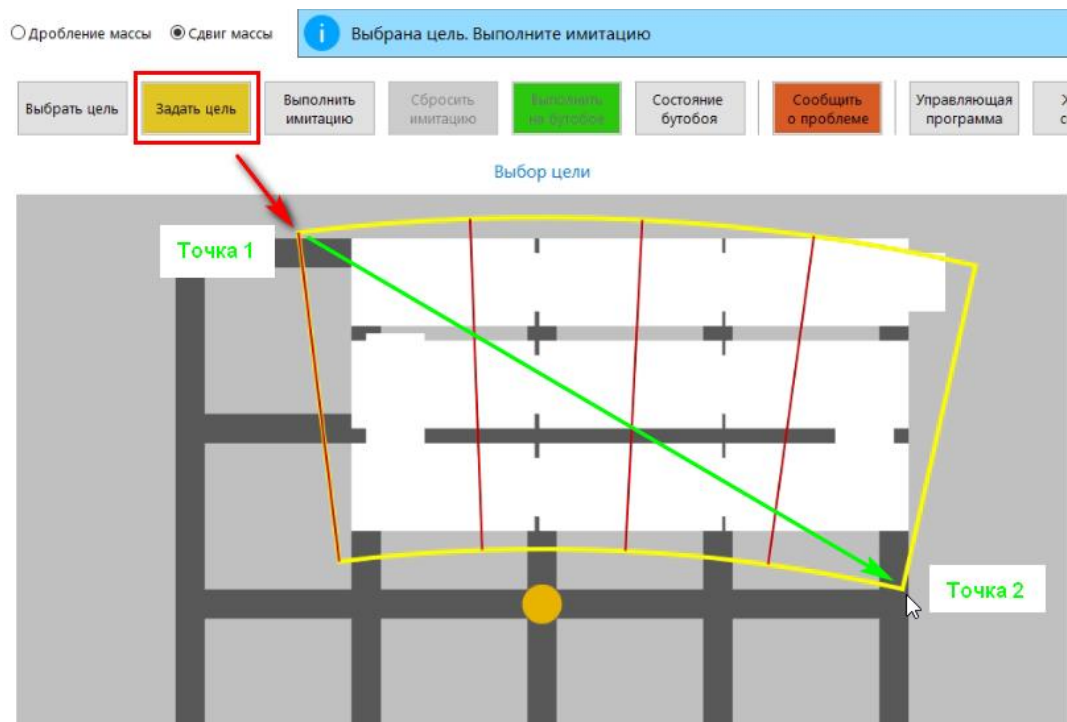

Рисунок 10. Задание области сдвига горнорудной массы
- 3) Для задания цели – нажать кнопку-команду «Задать цели» и указать на цифровой модели горнорудной массы в окне выбора цели 2 точки, определяющие зону сдвига: в указанной зоне, автоматически сформируется траектория рабочего движения контактной точки пики для сдвига (очистки) горнорудной массы (рис. 10);